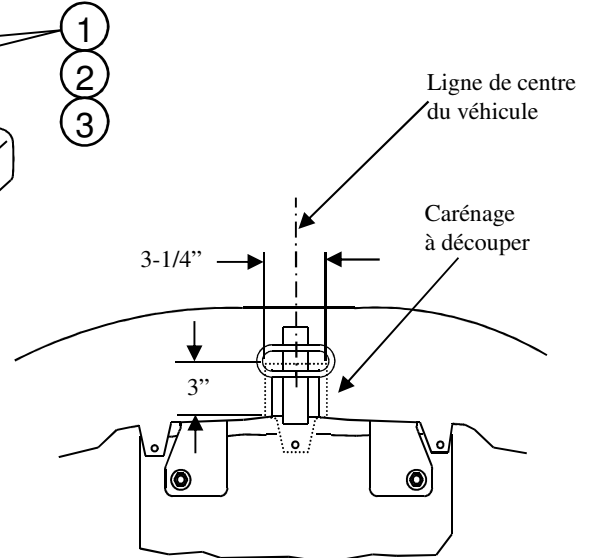

Figure 2
①	Qté (4)	Boulon de carrosserie 1/2-13 x 4.50 Gr2	⑤	Qté (2)	Bloc-espacer, 1/4 x 2 x 2
②	Qté (2)	Plaque supérieure, 2.00 x 4.50 (orif. carré)	⑥	Qté (2)	Rondelle conique dentée, 1/2
③	Qté (4)	Contre-écrou à embase, 1/2-13	⑦	Qté (2)	Écrou hexagonal, 1/2-13
④	Qté (2)	Boulon de carrosserie 1/2-13 x 1.75 Gr5
- Ôter les trois (3) vis qui fixent le carénage de pare-chocs en plastique au bas de la tôle du coffre.
- Enlever les deux (2) bouchons de drainage en plastique les plus à l'arrière du bas de la tôle du coffre.
- Découper une encoche dans la partie inférieure du carénage en plastique en la centrant par rapport au véhicule, environ 3-1/4 po de large x 3 po de profond, comme illustré à la figure 2.